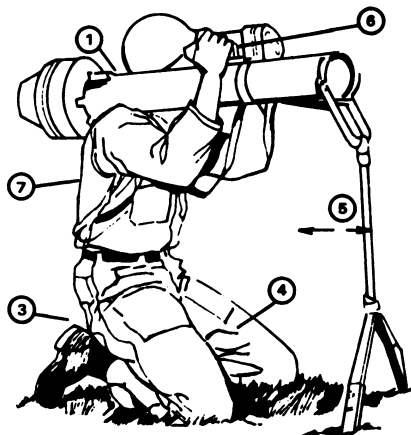

Figure 1
- a. Kneeling position (fig. 1).